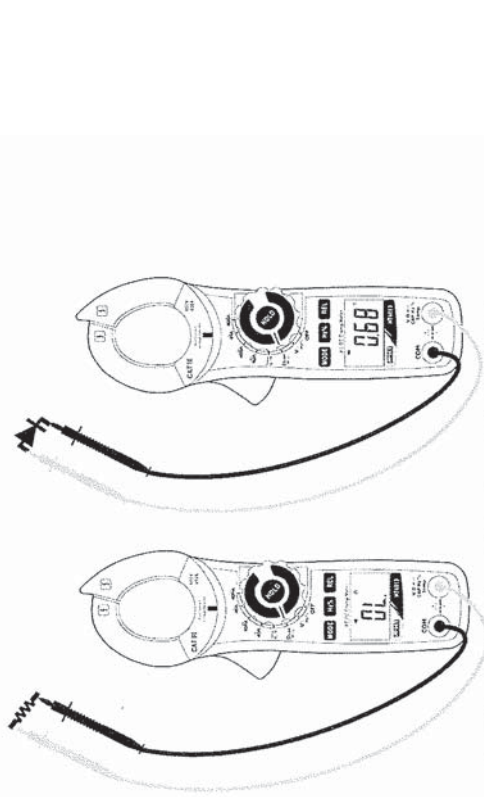

Abb. 7: Verwendung der Zange für Durchgangstest und Dioden-Test
3. Verbinden Sie die rote Messleitung mit der $V\Omega\rightarrow$ CAPHz%Temp Eingangsbuchse, und die schwarze Messleitung mit der **COM** Eingangsbuchse und führen Sie den Durchgangstest des zu messenden Objekts durch (siehe Abb. 7 – linke Seite). Der Summierer ertönt, wenn der Wert des gemessenen Widerstands niedriger als 30 ist. Ω
5. Verbinden Sie die rote Messleitung mit der Anode und die schwarze Messleitung mit der Kathode der Diode bei der Messung von direkter Polarisation (siehe Abb. 7 – rechte Seite). Bei der Messung von umgekehrter Polarisation wechseln Sie die Messleitungen aus.